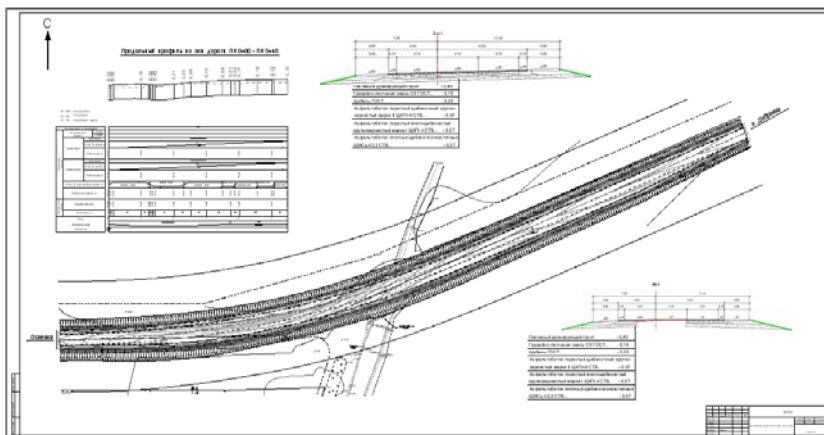

Рис. 30.3
На примере созданных ранее чертежей по *участку АД-1* рассмотрим некоторые возможности формирования комплексного чертежа, а также отдельные команды редактирования элементов чертежа. Результат этой работы показан на рис. 30.3.
2. Скомпонуйте чертежи, как показано на рис. 30.3, переместив отдельные проекты. Для этого в меню **Правка** выберите команду **Преобразование координат проекта/ Интерактивно**.
- Переместите шаблон так, чтобы в него попали все чертежи (рис. 30.3), используя команду на локальной панели инструментов **Переместить шаблоны**  и примените построение.